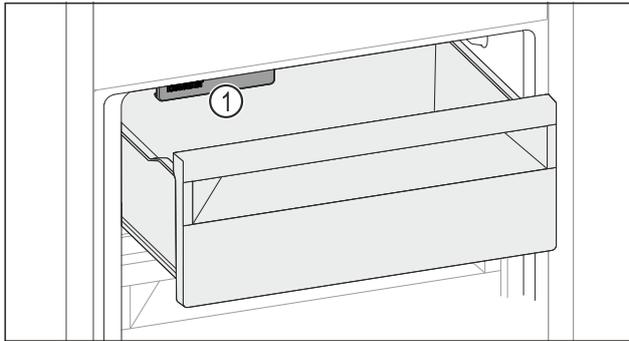

Fig. 163
- ▶ IceMaker Fig. 163 (1) berücksichtigen.